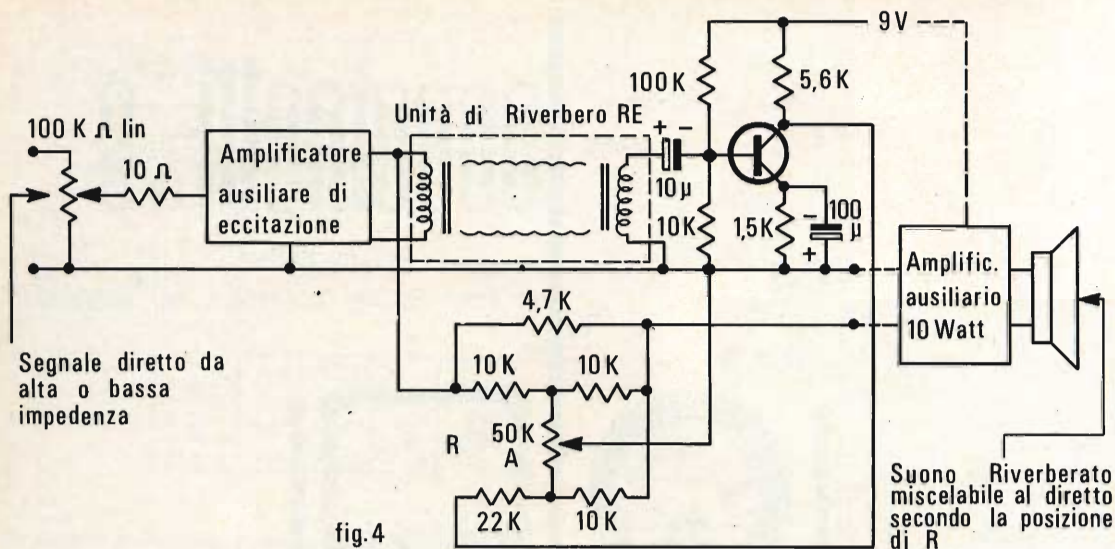

fig. 4
**C. Unità di riverberazione autonoma (fig. 4)**